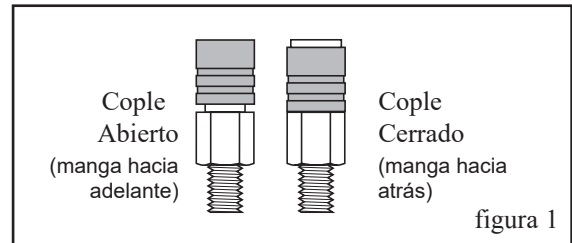

figura 1
**Los Coples deberán estar en la posición abierta, antes de conectarse al perno de tracción. Ver figura 1. Ajustes impropios pueden resultar en daño al cople conector.**
4. Conecte líneas de aire a las conexiones que alimentan el cople de FasTie. **Los Coples deberán estar en la posición abierta (ver figura 1) antes de conectarlo al perno de tracción, de otra manera ocurrirán daños al conector.**
4. Conecte líneas de aire a las conexiones que alimentan el cople de FasTie. Los Coples deberán estar en la posición abierta (ver figura 1) antes de conectarlo al perno de tracción, de otra manera ocurrirán daños al conector.
5. Conecte líneas de aire a las conexiones que alimentan el cople de FasTie. **Los Coples deberán estar en la posición abierta (ver figura 1) antes de conectarlo al perno de tracción, de otra manera ocurrirán daños al conector**